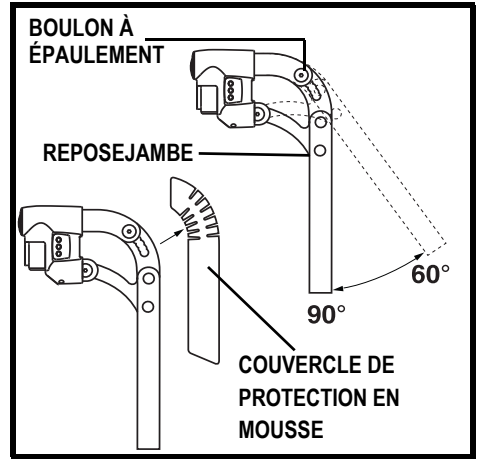

Figure 5. Repose-jambe escamotable 60° - 90°
1. Retirer le couvercle de protection en mousse. **Voir la figure 5.**
Voir la figure 5.
4. Réinstaller le boulon à épaulement. **Voir la figure 5.**